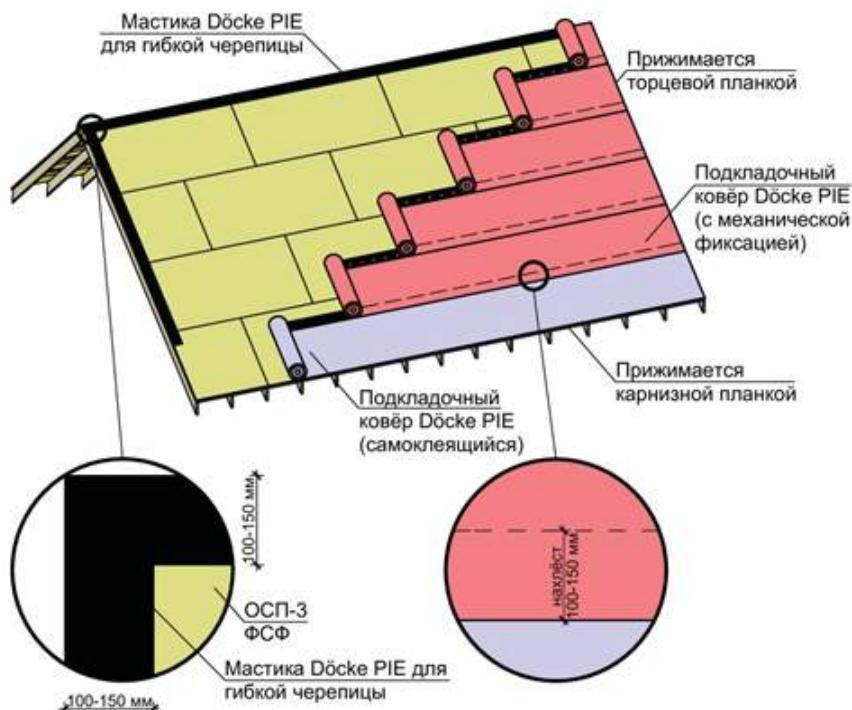

Рис. 6 Крепление подкладочного ковра Döcke PIE.
- 4.5 Крепёж подкладочного ковра – тип 1 (таблица №1). Шаг гвоздей составляет 200 мм в местах нахлестов (рис. 6). Самоклеящиеся ковры Döcke PIE вдоль карниза снизу прижимаются карнизными планками (п.5). Самоклеящийся подкладочный ковёр необходимо крепить гвоздями в тех случаях, когда планируются перерывы в работе.